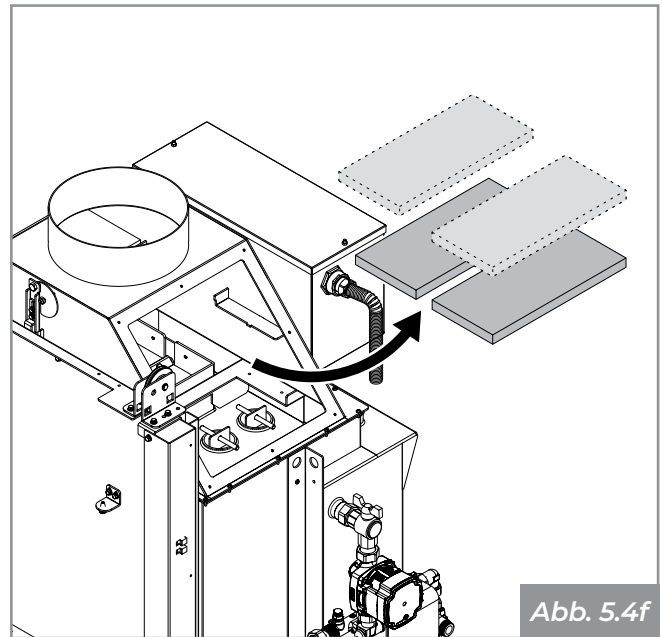

Abb. 5.4f
- Die Rauchleitbleche aus Magnofix entfernen und die Rußrückstände entfernen (**Abb. 5.4f**).